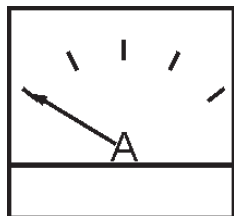

Figura 47. Amperímetro (sin carga)
13. El amperímetro (Figura 47) indicará cero amperios sin carga aplicada. Cuando la carga es aplicada, el amperímetro indicará la cantidad de corriente que la carga es extraída del generador